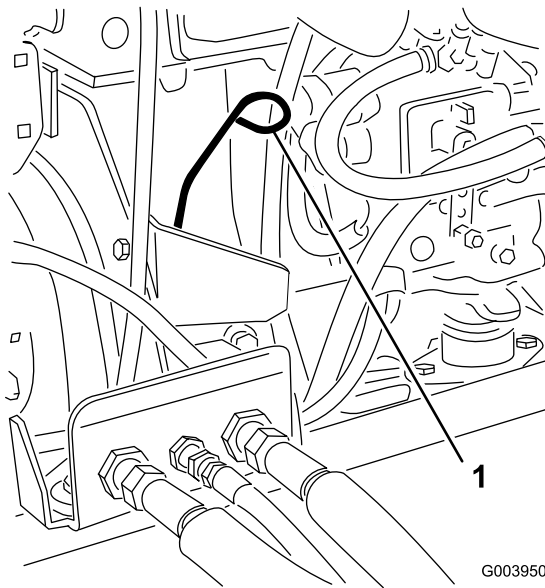

図 48
3. ディップスティックを抜き取り、付いているオイルをウェスで拭きとってもう一度差し込む(図 48)。